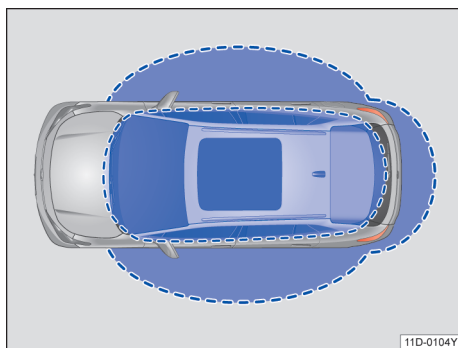
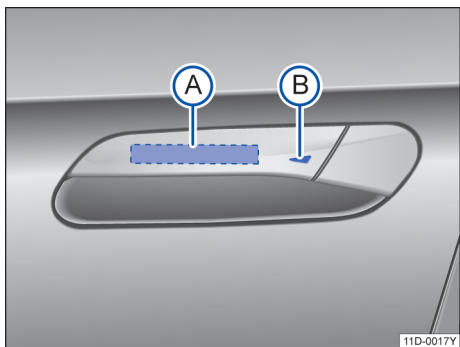

图 43 无钥匙进入闭锁/启动系统：工作范围
图 44 无钥匙系统 Kessy：车门拉手上的传感区
Kessy 是一种无钥匙系统，它可以实现在不操作遥控钥匙的情况下解锁或锁止汽车。操作者只需随身携带一把有效遥控钥匙，并处于车门或行李厢盖的有效感应区域内→图 43，同时触摸车门拉手上的传感区之一→图 44 或按压行李厢盖上的按钮即可实现。
如果有一把有效遥控钥匙在有效感应区域→图 43 内，则无钥匙系统 Kessy 会将访问权限授予该钥匙。紧接着可以在不主动操作遥控钥匙的情况下执行以下功能：
- 按压→图 44(A)解锁 Kessy。
- 触摸车门拉手上的传感区 →图 44(B)一次。汽车锁止。
如果在行李厢盖的有效感应区域→图 43 有一把有效的遥控钥匙。
- 要便捷关闭所有电动车窗和天窗，请用手指按住车门拉手上的传感区→图 44(B)几秒钟。
- 松开传感区→图 44(B)即可中断该功能。如果在松开车门拉手上的传感区→图 44(B)后立即将手放入(A)内，则所有车窗停在原位置（安全功能） →第 58 页。